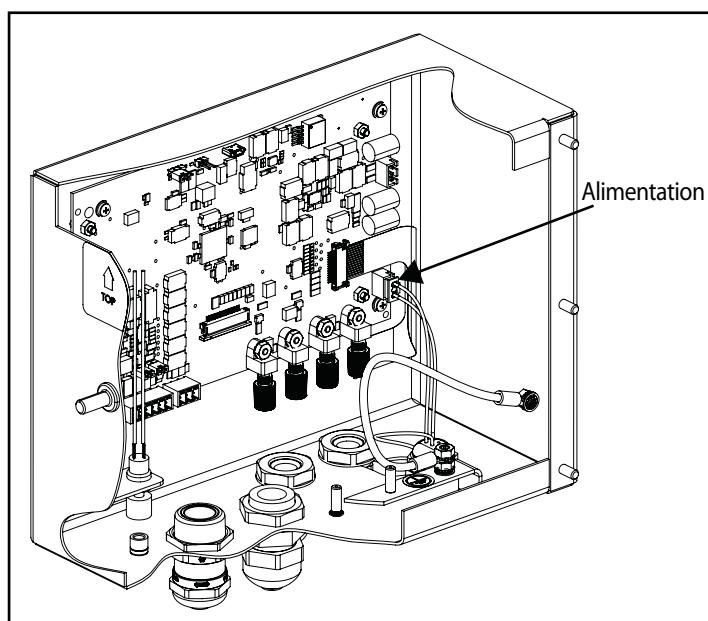

Figure 2-11. Câblage de raccordement de la prise électrique
REMARQUE : *Le câble d'alimentation CC doit être fixé au connecteur J4 (Figure 2-11, page 26).*
2. Brancher la fiche sur le connecteur J3 de la carte US (se reporter à la Figure 2-11).